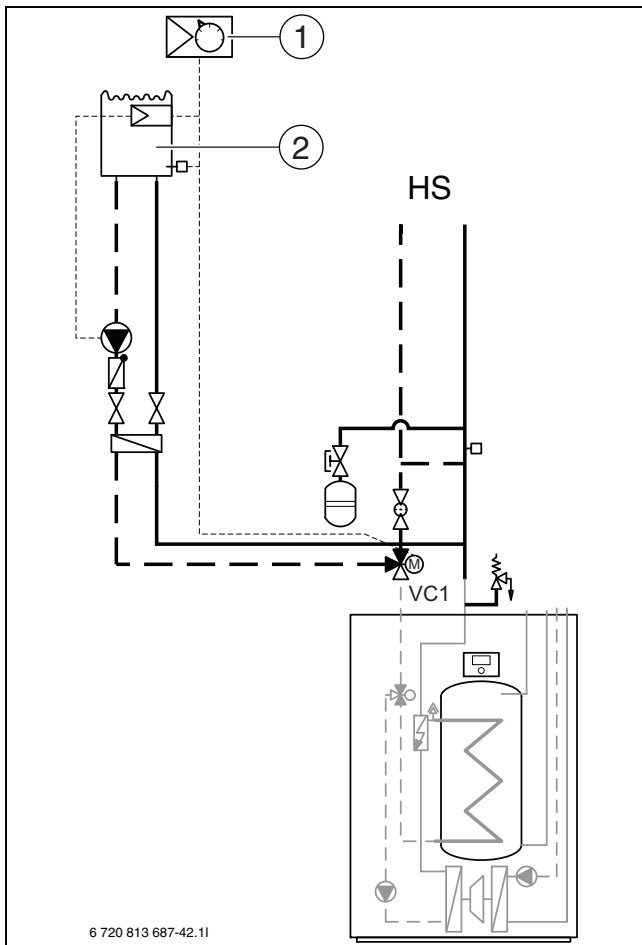

Bild 43 Beispieldarstellung für Pool-Installation
- ▶ Pool-Mischer im Rücklauf zum Wärmepumpen montieren (→ [VC1] Abb. 43).